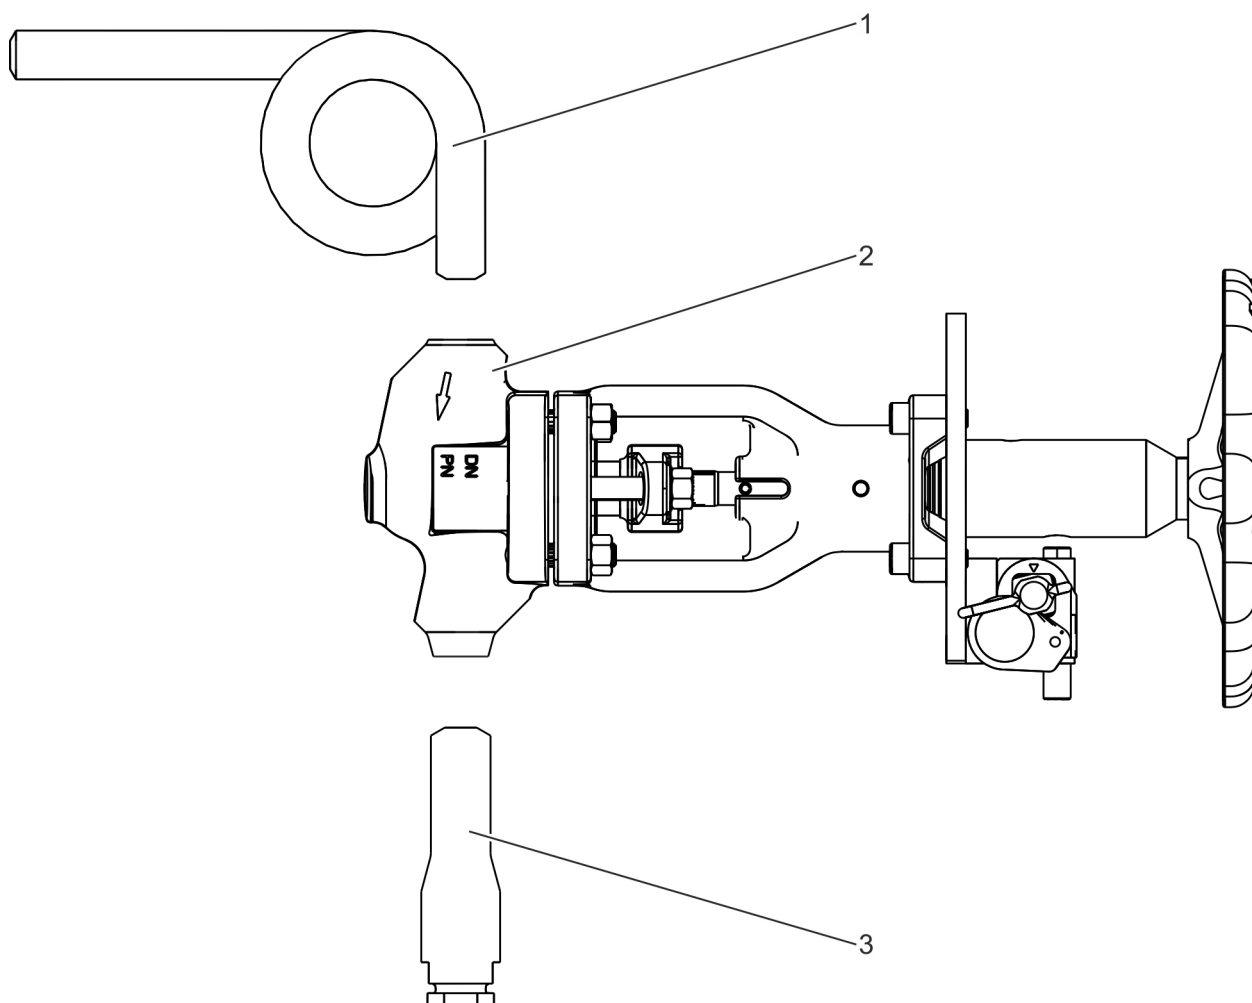

Fig. 1: Componentes del dispositivo de alivio de sobrepresión
- Tubo tipo sifón (Fig. 1/1)
- Válvula de corte (en la figura: HD 2000) (Fig. 1/2)
- Cuerpo de la llave (Fig. 1/3)